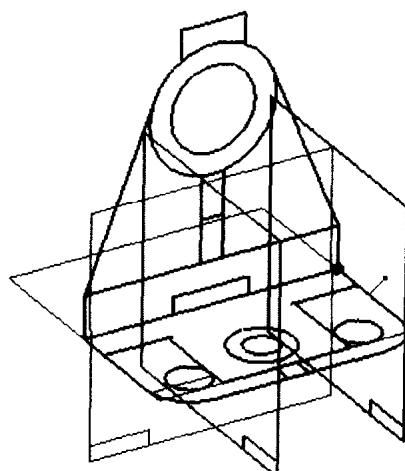

图 1-32
12. 在特征工具条中选择绘制草图命令 [ ]，在动态工具条中，选择平行参考面 [ ]，再选择与 y-z 平面相平行且过端点的参考面（如图 1-32 所示）。